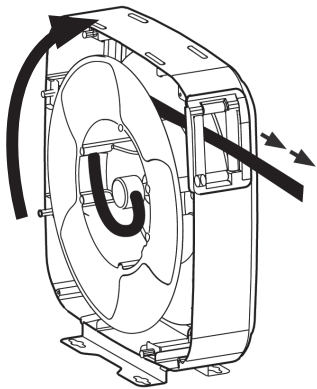

Fig.11
1. Pull the hose out 10 feet (3 metres) and let the hose reel latch (fig. 11).
1. Tirez le flexible de 3 mètres et bloquer le tambour au moyen du cliquet (fig. 11).
1. Extraiga unos 10 pies (3 metros) de manguera y trinque la manguera (fig. 11).